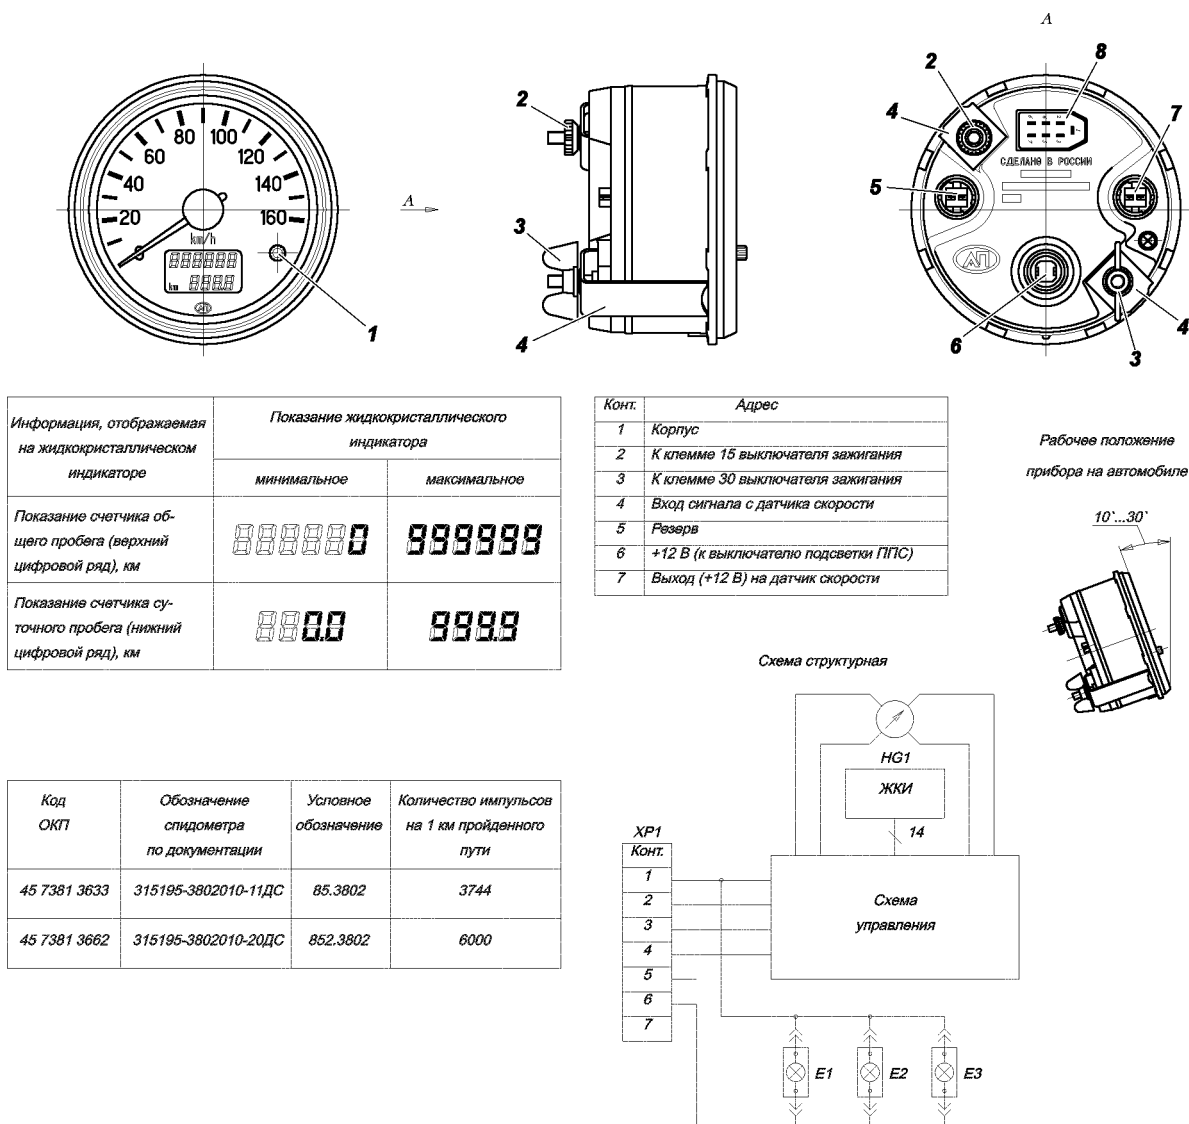
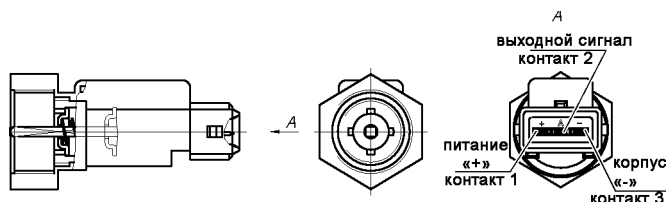

Рис. 14.35. Спидометр:
Рис. 14.36. Датчик скорости
2. Спидометр электронный 85,3802 (рис. 14.35), работающий от импульсов датчика скорости 345,3843 (рис. 14.36). Датчик скорости устанавливается на раздаточную коробку, подключение к жгуту проводов осуществляется с помощью трехконтактного разъема. Спидометр состоит из стрелочного указателя скорости движения автомобиля в км/час и жидкокристаллического индикатора итогового и суточного пробега автомобиля. Установка показаний индикатора суточного пробега на ноль производится нажатием кнопки 1 (рис. 14.35) сброса.
- ослабьте гайки 2 (см. рис. 14.35) крепления спидометра;